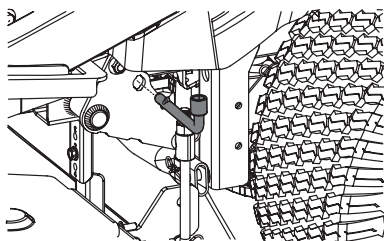

Figure 48
5. La pédale de relevage et le bouton de réglage doivent être utilisés pour placer le plateau à la position la plus basse. L'outil multifonction est utilisé pour verrouiller le système de relevage. Il y a deux trous près de la roue arrière gauche de la tondeuse (un sur le châssis et l'autre sur le bras de relevage du plateau) (Figure 48). L'outil doit être bien inséré pour que le bras de relevage soit bien fixé au châssis.